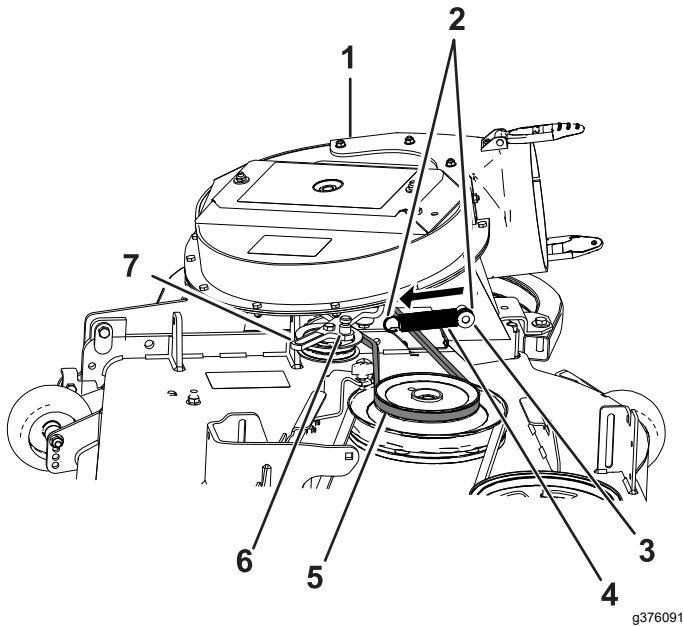

Figure 36
2. Faites passer la courroie momentanément sous la poulie d'entraînement (Figure 36).
3. Déplacez le support de pivot de la poulie de tension vers le tenon fixe du ressort et accrochez le ressort en alignant le crochet sur le tenon mobile du ressort (Figure 36).
4. Tirez sur la poulie de tension rappelée par ressort pour l'éloigner du tenon fixe et chaussez la courroie sur la poulie d'entraînement (Figure 36).